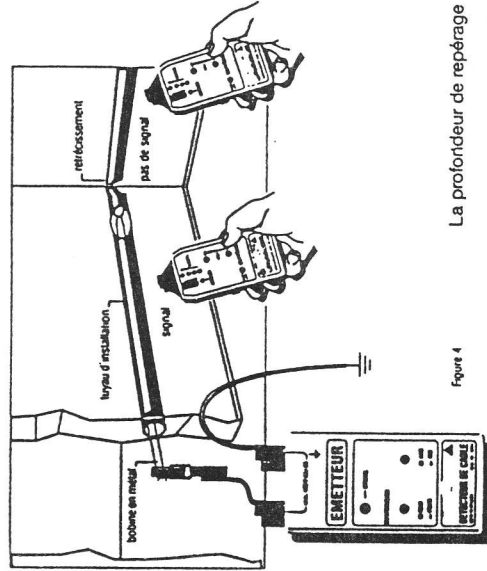

Figure 4
- 2) Connectez l'émetteur à la gaine métallique (tire-fil) et à une terre auxiliaire, selon la Figure 4.